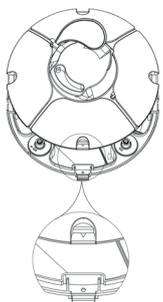

Abbildung 12 /
Sie können den Arbeitsradius durch Einstellen der Räder anpassen (Abbildung 12 & 13). Drücken Sie dazu die Radschnalle (1) von der Halterung weg und lösen dadurch das Rad (2) heraus. Folgende Einstellungen werden empfohlen: